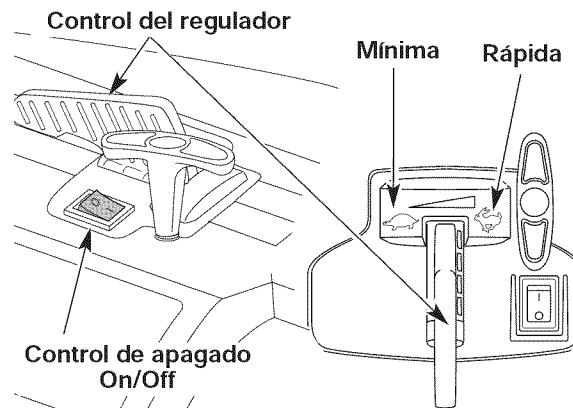

Fig. 9
1. Oprima y sostenga el control de apagado On/Off en la posición de apagado (STOP) (O) hasta que el motor se apague por completo (Fig. 9).